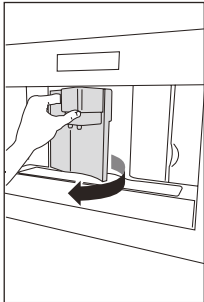
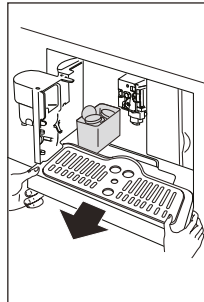

Fig. 23
Fig. 24
- ▶ Deschideți ușa de serviciu din partea frontală a aparatului (Fig. 23), scoateți tăvița de scurgere (Fig. 24) și curățați-o.